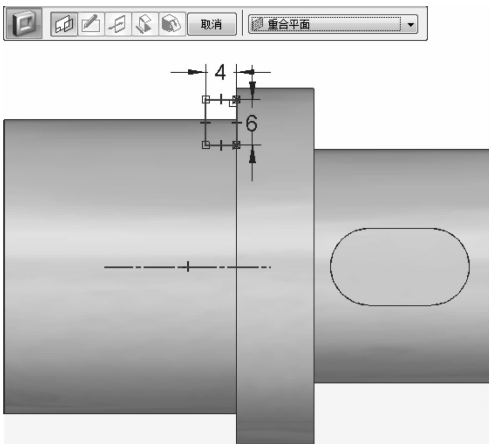

图 7-80 除料功能
(1) 单击【主页】下【实体】菜单栏中的【除料】特征，在自动弹出的功能菜单栏中选择【重合平面】选项，重合的基准面为前视图。系统自动弹出草图界面，绘制如图 7-80 所示的草图，单击 【确定】按钮。